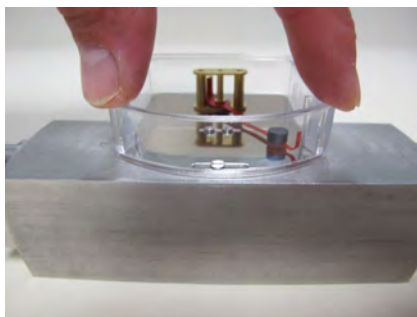

Abb. 63
- 14.** ▶ Kunststoffgehäuse auf die Anzeige-Bodenplatte aufsetzen und andrücken bis dieses einrastet (Abb. 63)